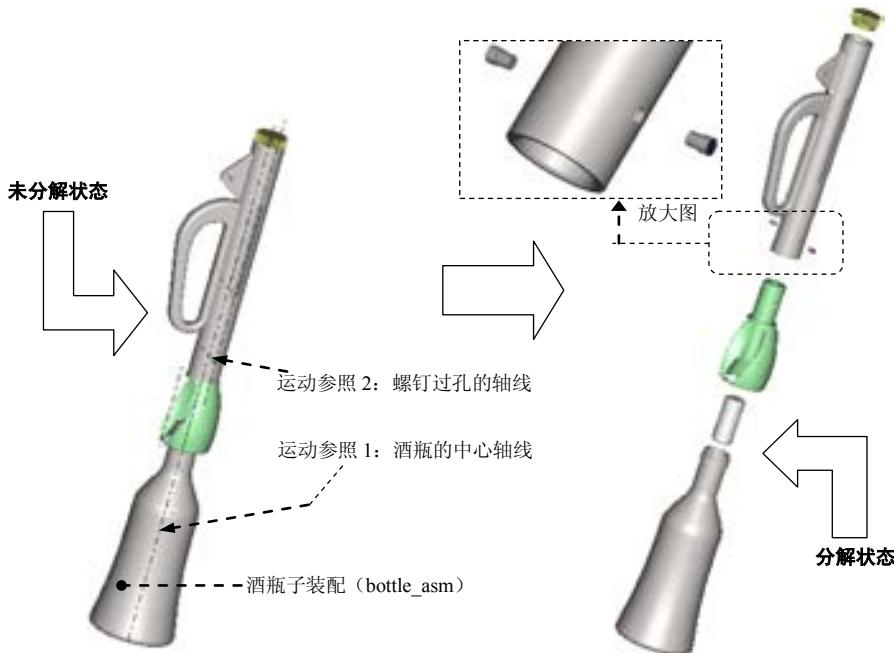

图 9.5.1 装配体的分解图
装配体的分解 (Explode) 状态也叫爆炸状态, 就是将装配体中的各零部件沿着直线或坐标轴移动或旋转, 使各个零件从装配体中分解出来, 如图 9.5.1 所示。分解状态对于表达各元件的相对位置十分有帮助, 因而常常用于表达装配体的装配过程以及装配体的构成。
(1) 在“分解位置”操控板中单击“平移”按钮 .
(2) 在图 9.5.3 所示的“分解位置”操控板中激活“单击此处添加项目”，再选取图 9.5.1 中的酒瓶的中心轴线作为运动参照，即各零件将沿该中心线平移。
(3) 单击操控板中的 **选项** 按钮，然后选择 **随子项移动** 复选框。
(4) 选取酒瓶子装配 (bottle_asm)，此时系统会在酒瓶子装配上显示一个参照坐标系，拖动坐标系的轴，移动鼠标，向下移动该元件。
(5) 选取瓶口座零件 (socket)，向下移动该零件，此时酒瓶子装配件也跟着移动。
(6) 选择主体盖零件 (body_cap)，向上移动该零件。
(7) 选择酒瓶塞 (cork)，向上移动该零件。
(1) 在“分解位置”操控板中单击“平移”按钮  (由于前面运动也是平移运动，可省略本步操作)。
(2) 选择图 9.5.1 中的螺钉过孔的轴线作为运动参照，即两个固定螺钉将沿该轴线平移。
(3) 单击操控板中的 **选项** 按钮，然后取消选择 **随子项移动** 复选框。
(4) 分别移动两个紧固螺钉。
(5) 完成以上分解移动后，单击“分解位置”操控板中的 \checkmark 按钮。